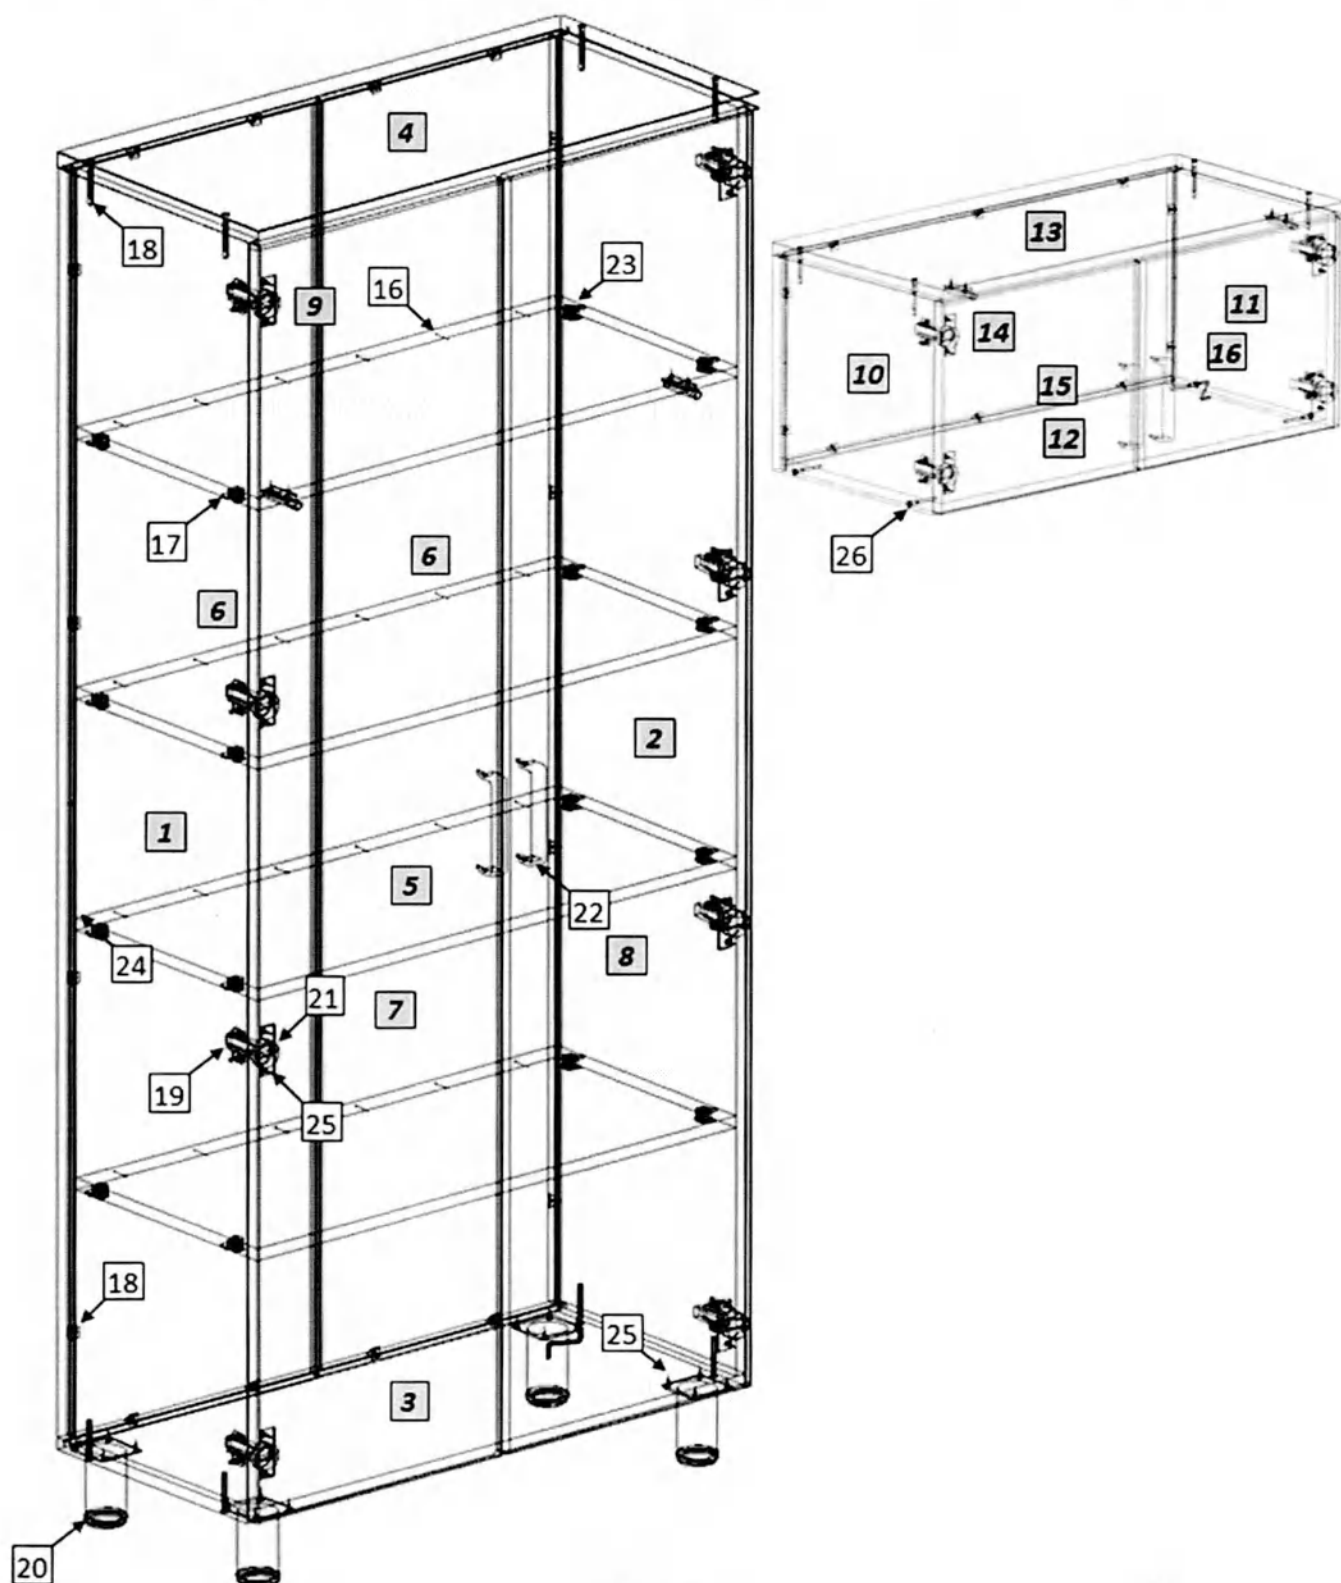

Рис. 1
1. Внимательно ознакомьтесь со схемой сборки, изображённой на рис. 1, сверяясь со спецификацией на изделие. Согласно схеме и спецификации определите расположение деталей в изделии и порядок их сборки. Сборка производится на ровном полу, укрытом материалом, предотвращающим повреждение покрытия пола и деталей мебели. Подготовьте необходимые для сборки инструменты – плоскую и крестовую отвёртки, молоток, рулетку или линейку.
2. На боковых стенках (1,2) установите ввинчиваемые дюбели эксцентриковых стяжек (11). Установите монтажные планки петель (13). На горизонтальных стенках (5) установите эксцентриковые стяжки (17). Евровинтами (12) соедините боковые стенки (1,2) с горизонтальной нижней стенкой (3) и крышкой (4), установив в пазы задние стенки (6). В стык задней стенки устанавливается соединительный профиль (9). Закрепите задние стенки в пазах уголками (18). Установите и закрепите горизонтальные стенки (5), гвоздями (10) зафиксируйте к ним заднюю стенку. На горизонтальной нижней стенке (3) шурупами (19) закрепите опоры (14).
3. На дверях (7,8) шурупами 4x16 (19) закрепите петли (15), установите ручки (16). Закрепите двери к боковым стенкам шкафа. Отрегулируйте положение дверей винтами петель.